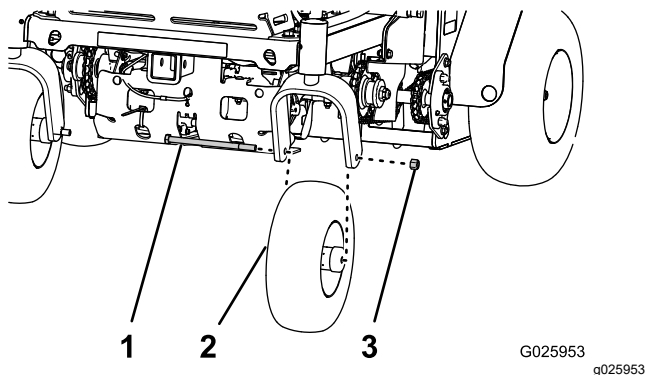

Figure 26
3. Retirez l'écrou et le boulon de roue, et déposez la roue pivotante de la fourche (Figure 26).
1. Placez le trou dans l'arbre de la roue pivotante entre les trous de la fourche (Figure 26).
2. Fixez la roue à la fourche au moyen de l'écrou et du boulon (Figure 26) que vous avez retiré à l'opération 3 de *Dépose des roues pivotantes* (page 32).